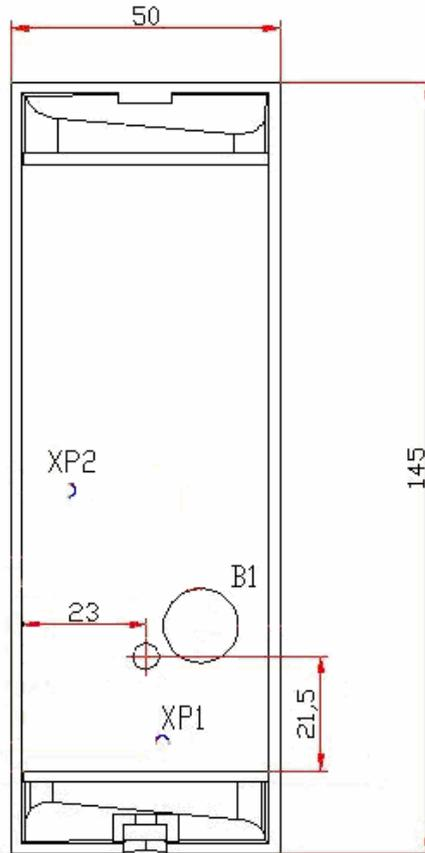

Рис. 4. Расположение пьезоэлемента (B1), переключки “номер считывателя” (XP2) и переключки “отключение концевого резистора” (XP1)
5.4. Ослабьте винт, расположенный в нижней части корпуса считывателя и крепящий его к металлическому основанию. Снимите металлическое основание и закрепите его с помощью четырех шурупов. При необходимости изменить номер считывателя перекусите кусачками перемычку «номер считывателя» (расположение перемычек приведено на рис. 4). Если данный считыватель не является конечным устройством на линии связи интерфейса RS-485 подключения периферии, то необходимо отключить на нем концевой резистор, для чего перекусите кусачками перемычку «отключение концевого резистора». Учтите, что в этом случае необходимо будет установить концевые резисторы по реальным концам линии связи интерфейса RS-485. Пропустите кабель считывателя через предназначенное для него отверстие на установочной поверхности. Установите считыватель на металлическое основание и закрепите на нем с помощью винта, расположенного в нижней части корпуса считывателя.